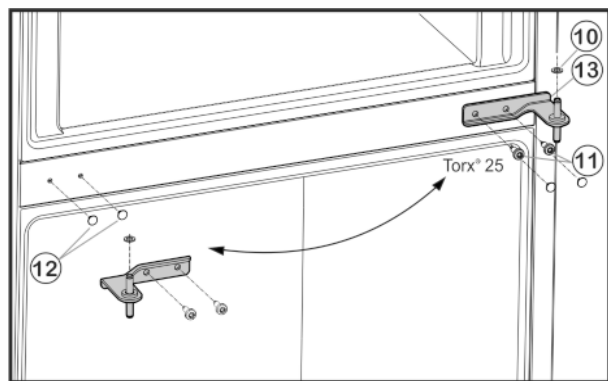

Fig. 5
- ▶ Retirer soigneusement les habillages Fig. 5 (12) et les remettre en place du côté opposé.